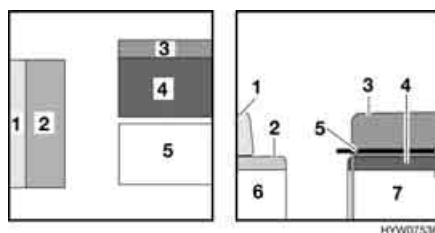

Fig. 112 Prima della trasformazione
- Allungare il tavolo sospeso (Fig. 112,5) e trasformare il tavolo sospeso allungato in una struttura di supporto letto (vedi paragrafo 6.7).
- Rimuovere i cuscini dello schienale (Fig. 112,1 e 3) e riporli.